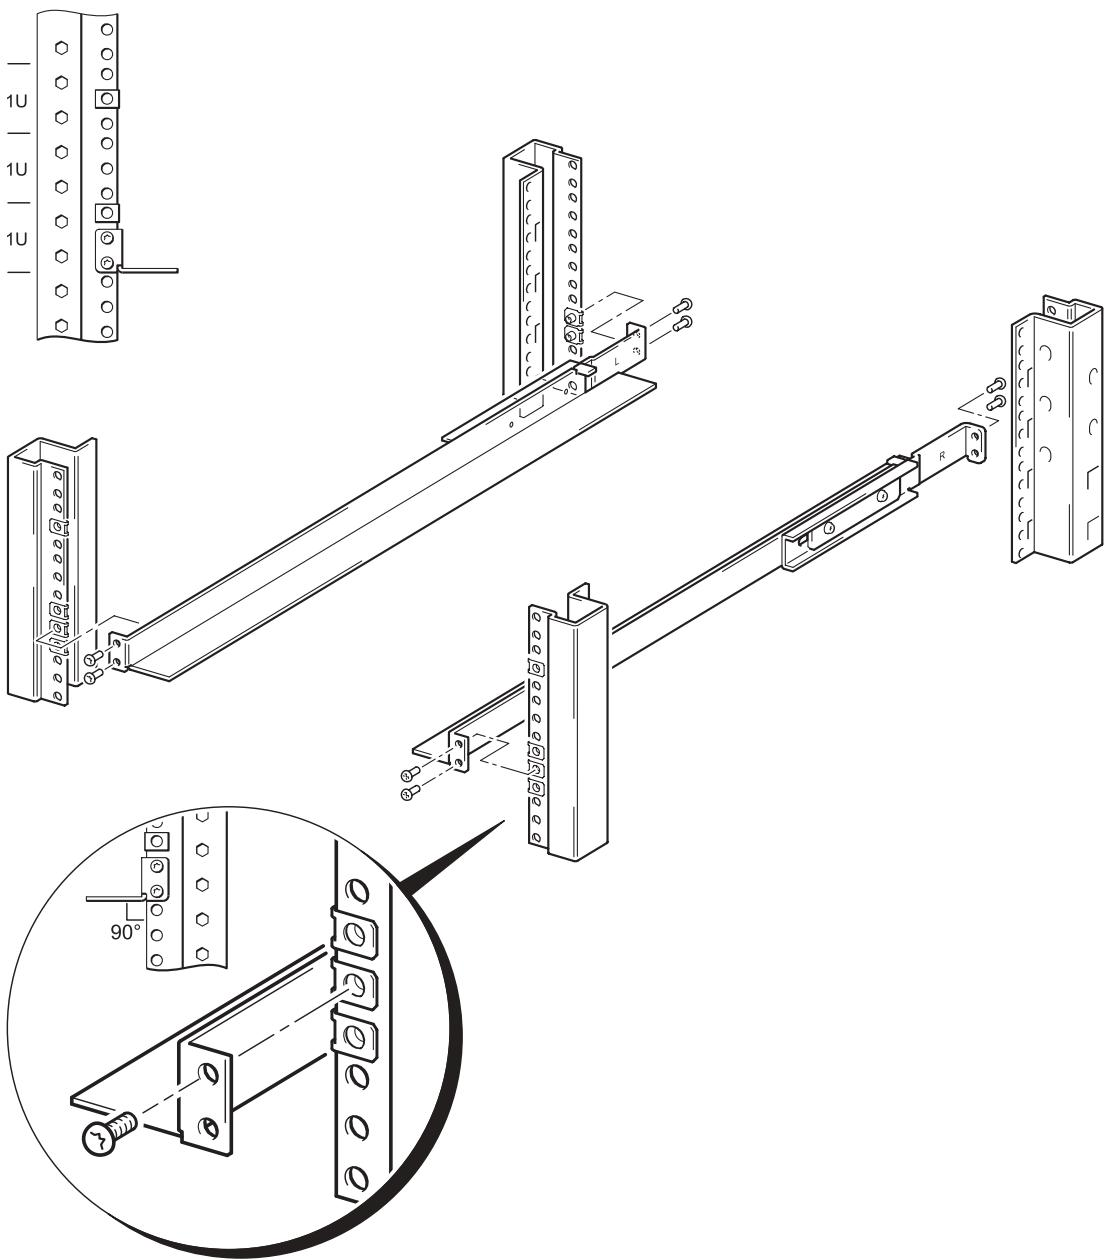

图 3a: 安装支持导轨 (圆孔剖面)
- 1 请参考图 3a。放好支持导轨，使导轨后部的法兰固定于后部机架柱的上方，且使导轨法兰中的两组小孔与两组夹片螺母对齐。如果两人同时执行此操作会更容易一些。